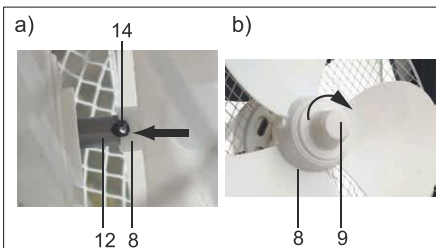

Fig.99: Montering av rotorn
6. Fäst därefter rotorn (8) på motora-axeln (12).
*Den lilla tväraxeln (14) i motora-axelns ände ska ligga i rotorfästets skåra, se bild 99, a).*
7. Sätt muttern (9) på rotorn (8).
8. Vrid muttern medsols för att fästa den, se bild 99, b).